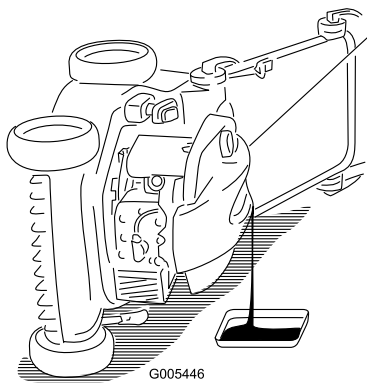

Figure 23
5. Sortez la jauge du goulot de remplissage et placez un bac de vidange près du côté **gauche** de la tondeuse (Figure 23).